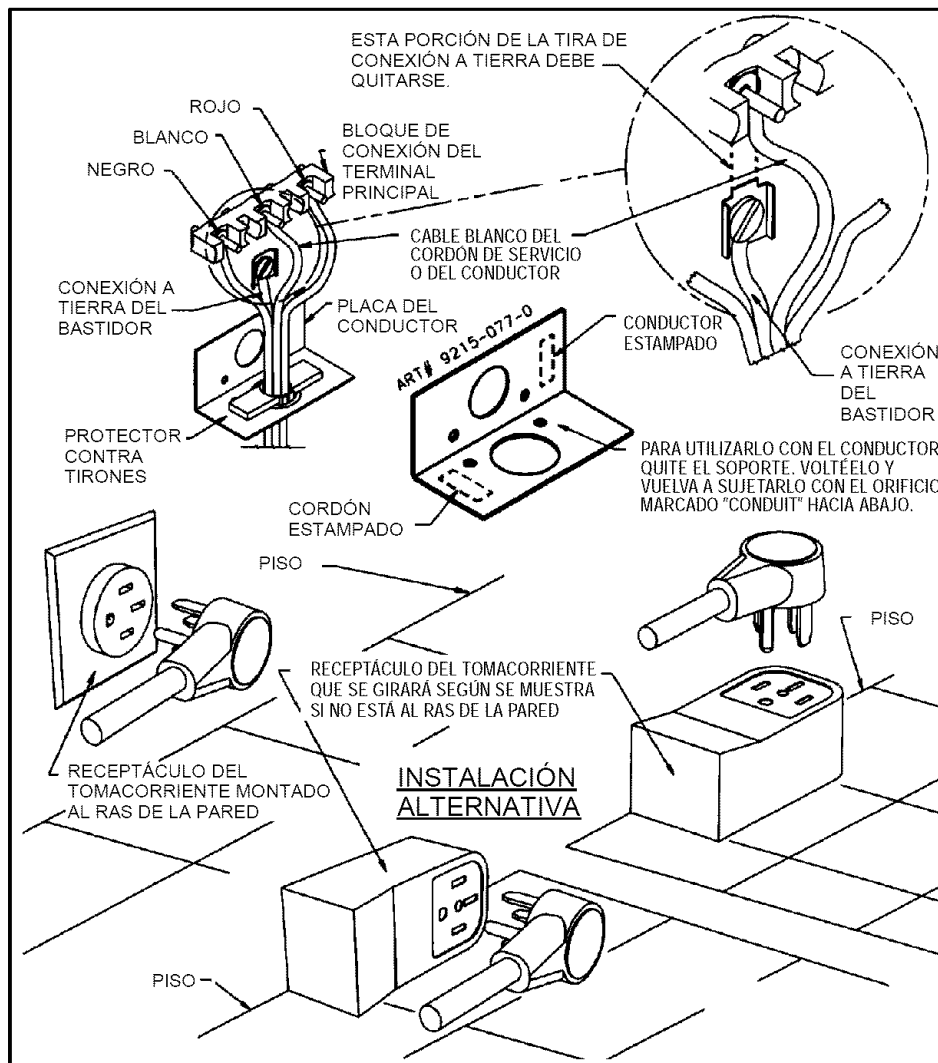

FIGURA 8
1. La tira de conexión a tierra de cobre que está conectada entre los postes neutro (medio) del bloque del terminal principal y el bastidor **DEBE** cortarse según se muestra en la figura 8. Conserve el tornillo verde de conexión a tierra para sujetar a la tierra del cordón de 4 cables. Solamente debe utilizarse un cordón de 4 cables o conductor.
Desconecte la estufa de la energía eléctrica. Quite la cubierta de acceso en la parte posterior de la estufa y quite el cordón de servicio de 3 cables del bloque del terminal principal. Siga las instrucciones a continuación según se indica en la figura 8 para conectar el cordón de servicio de 4 cables.